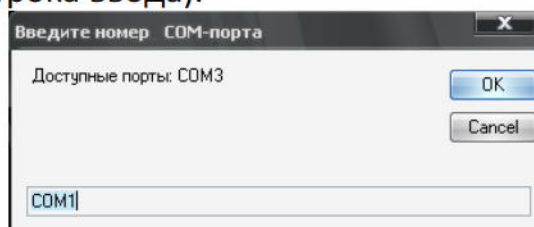

рис. 5.2. Доступные порты
- 2) выбрать в появившемся окне номер COM-порта из списка доступных портов (рис. 5.2) и ввести вручную требуемый номер COM-порта в нижней части окна (строка ввода).